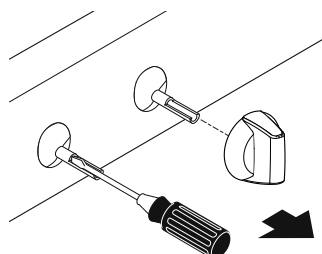
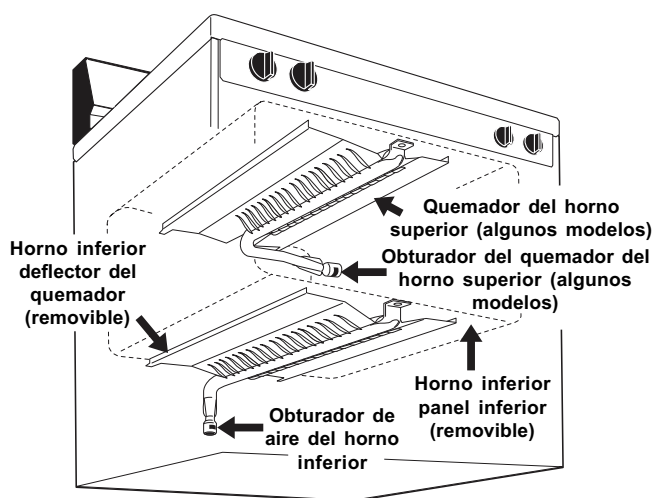

Fig. 17
Fig. 19 - ubicaciones de los quemadores del horno
- Introduzca un destornillador delgado en la varilla hueca de la válvula y ajústelo sobre el tornillo que se encuentra adentro. El tamaño de la llama se puede aumentar o reducir girando el tornillo. Gire el tornillo a la izquierda para aumentar el tamaño de la llama (vea las Fig. 17 y Fig. 19).
Para determinar si la llama del quemador del horno es la correcta, retire el panel inferior del horno y el deflector inferior del horno (consulte la Fig. 19) y programe el horno a **300°F**. La longitud aproximada de la llama del quemador del horno inferior debe ser de 1 pulgada (2,5 cm) con una llama interior clara azul.